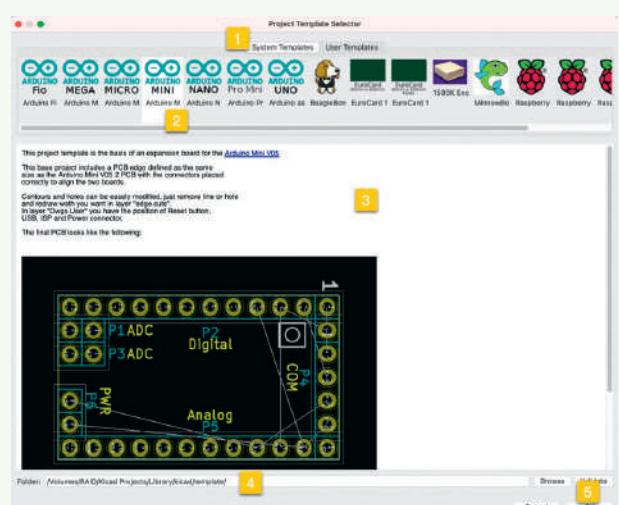

Figure 10. Sélecteur de modèle de projet.
La fenêtre « *Project Template Selector* » apparaîtra (**figure 10**). Sélectionnez l'onglet *System Template* (1), utilisez la molette pour déplacer les modèles de projet vers la gauche et la droite, et recherchez le modèle *Arduino Mini*. Cliquez pour le sélectionner (2). Dans le volet d'informations (3), vous verrez une description du modèle, y compris une vue des empreintes et des schémas qu'il contient. Les informations que vous voyez sur la page d'informations (3) sont un simple fichier HTML. Le créateur du modèle peut fournir autant ou aussi peu d'informations qu'il le souhaite.